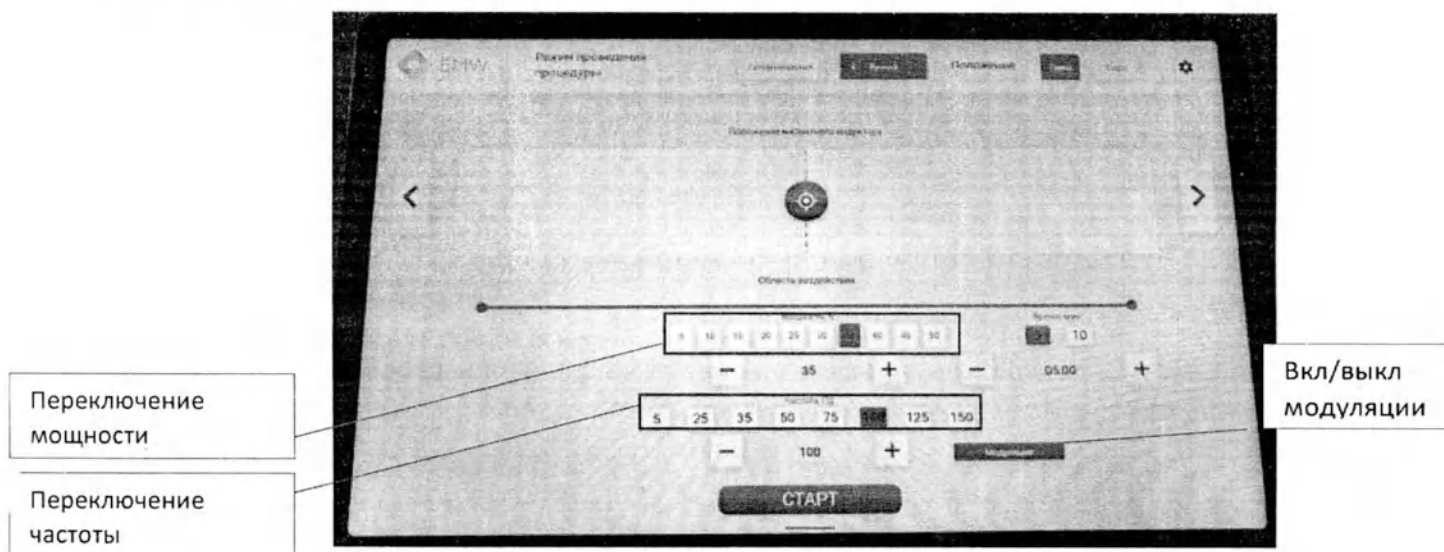

Рисунок 10 Переключение мощности и частоты
9.2.13 После наведения индуктор на область лечения, оператор индивидуально подбирает мощность воздействия и частоту (в том числе режим «модуляция»), начиная со значений по умолчанию, в зависимости от ощущений пациента. (Рисунок 10)